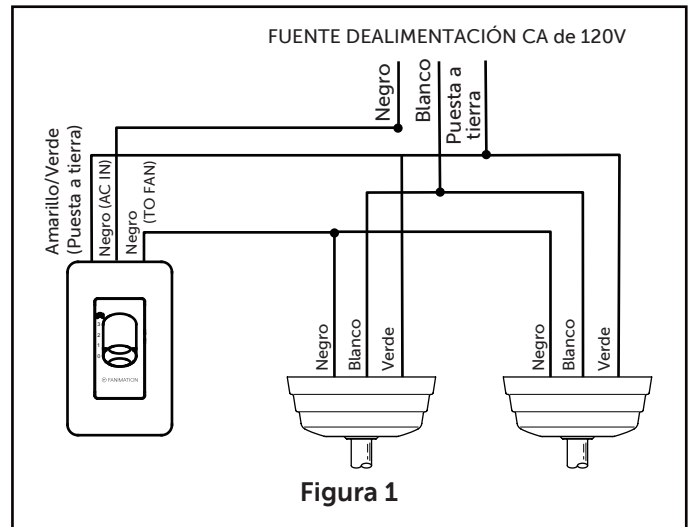

Figura 1
#### 1. Instalación del control de pared (Figura 1 y 2):
- Coloque el mando y el interruptor de luz del control de pared en la posición apagar (0).
- Realice las conexiones de cables con conectores de cables como se muestra en la Figura 1.